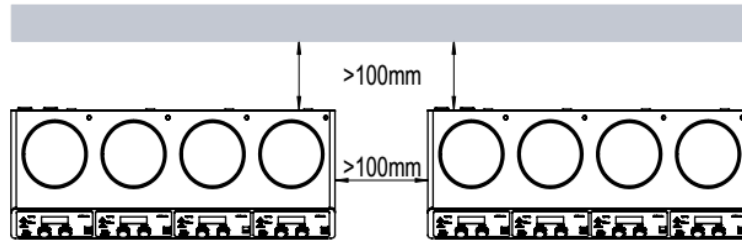

Abbildung 1
- Beachten Sie den Abstand zu Wänden und Gerät zu Gerät (siehe Abb. 1)